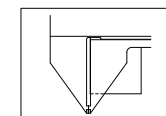

Fig.3
- O calibrador de vernier horizontal está zerado (Fig. 3). Feche as garras do vernier horizontal e pressione o botão '0' para definir o zero.